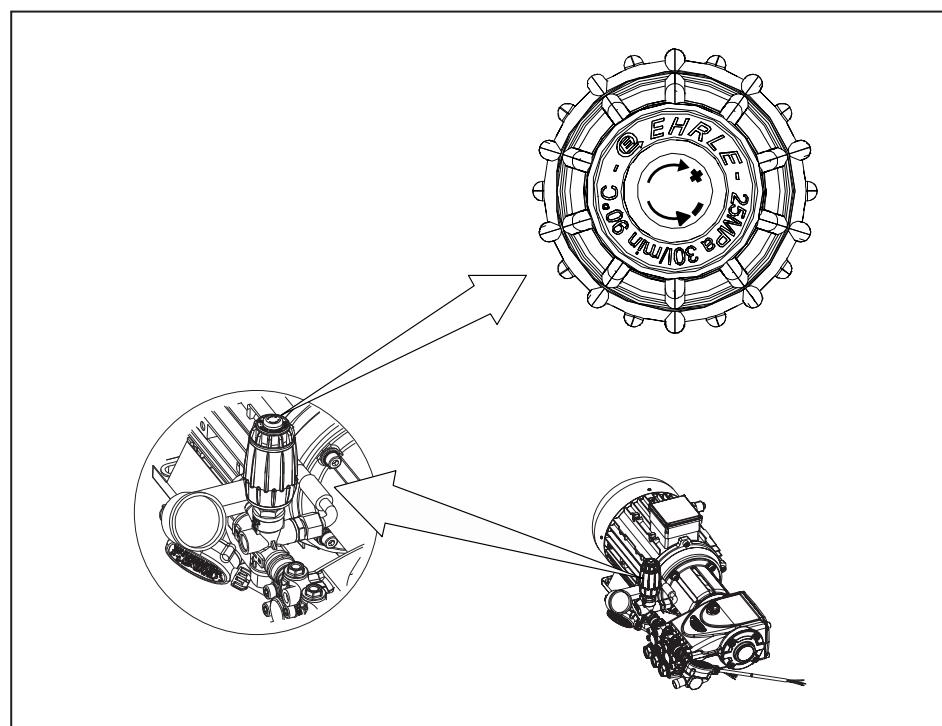

Abb. 6 - 6 Einstellung des Arbeitsdruckes am Druckregelventil
- bei Serie HSC-Elektro FR den Taster Start - Stop (1, Abb. 6 - 1) betätigen. Die Tasterbeleuchtung ist an.
- ▶ Im Schrankinneren den Thermostat (5, Abb. 6 - 4 bei Serie HSC-Elektro bzw. 5, Abb. 6-5 bei Serie HSC-Elektro FR) auf gewünschte Temperatur einstellen.
- bei Serie HSC-Elektro den Hauptschalter Heißwasser (2, Abb. 6 - 1) in Stellung 1 bringen
- bei Serie HSC-Elektro FR den Taster Heißwasser (2, Abb. 6 - 1) betätigen. Die Tasterbeleuchtung ist an.
Werte am Manometer (2, Abb. 6 - 4 bei Serie HSC-Elektro bzw. 2, Abb. 6-5 bei Serie HSC-Elektro FR) abgelesen werden.
Das Druckregelventil im Uhrzeigersinn drehen bewirkt das Erhöhen des Arbeitsdrucks und eine größere Fördermenge (siehe auch Abb. 6 - 6).
- bei Serie HSC-Elektro siehe 4, Abb. 6 - 4